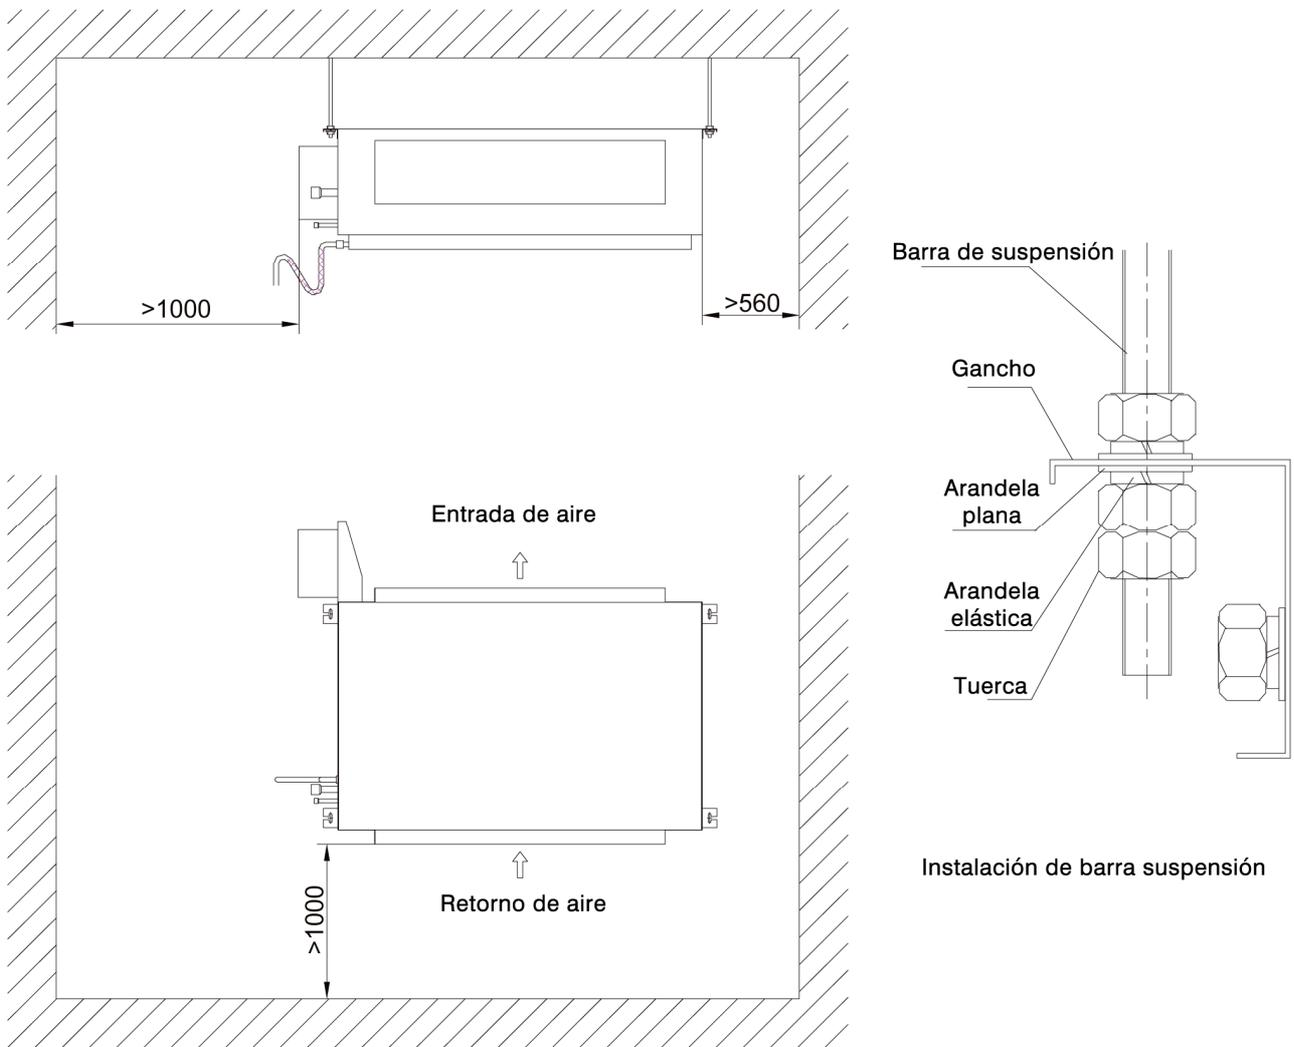

Imagen 20. Diagrama de instalación de la unidad interior.
2) La imagen 20 muestra el espacio mínimo de instalación y la posición de la unidad interior. Para realizar la instalación, se necesitarán cuatro barras de suspensión que resistan al menos cuatro veces el peso de la unidad.